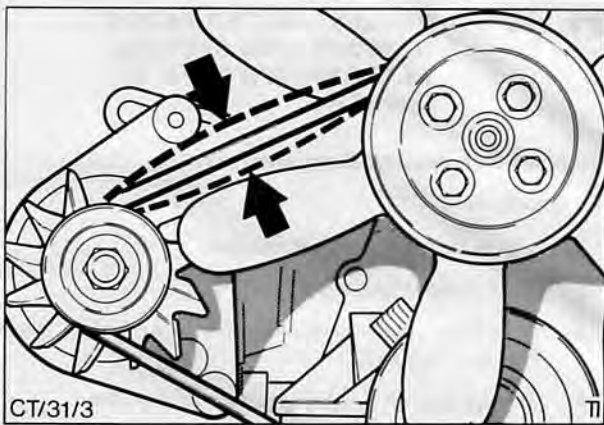

Fig. 32. Checking fan belt tension
2. Check fan belt tension, Fig. 32.